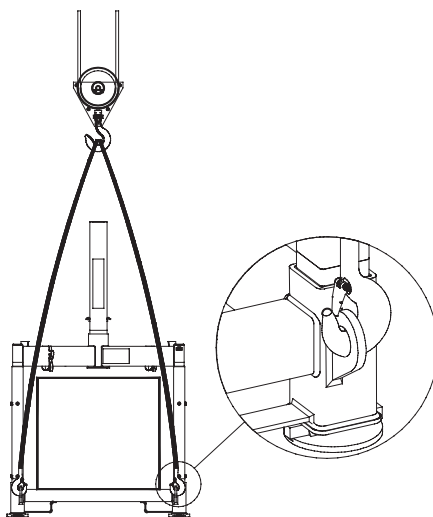

Figura 34. Sollevamento dell'intera unità per il trasporto (gru).
4. Il sistema deve essere sollevato con lo SkyReach non inserito, come illustrato in Figura 34. Utilizzare 4 imbragature/catene con capacità di carico min 2.000 kg ciascuna. Tutte le imbragature/catene devono avere pari lunghezza per evitare che l'unità si inclini durante il sollevamento. Ogni imbragatura o catena deve essere collegata a un occhiello di sollevamento come illustrato in Figura 34.